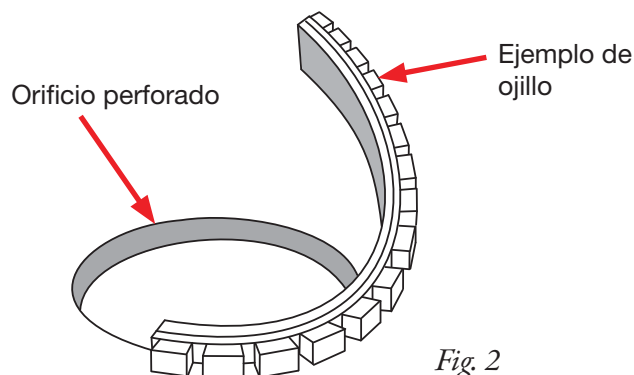

Fig. 2
- Evite pasar las líneas de aire y el cableado cerca de bordes afilados. Si va a pasar líneas de aire o cables a través de orificios en el chasis, use ojillos de goma (no incluidos) (Fig. 2). Sujete el cableado y las líneas de aire cada 8-12" (200-300 mm) con abrazaderas plásticas (F) u otros medios.